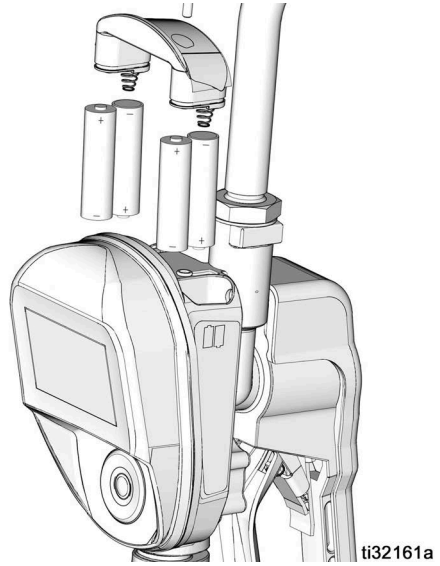

FIG. 48
- Certifique-se de seguir a polaridade correta, como exibido nas etiquetas de instalação localizadas em ambos os lados da válvula, durante a instalação das pilhas no compartimento apropriado (FIG. 48).
4. Insira 4 pilhas novas. Veja as etiquetas em ambos os lados do compartimento e a FIG. 48 para saber a direção das pilhas.